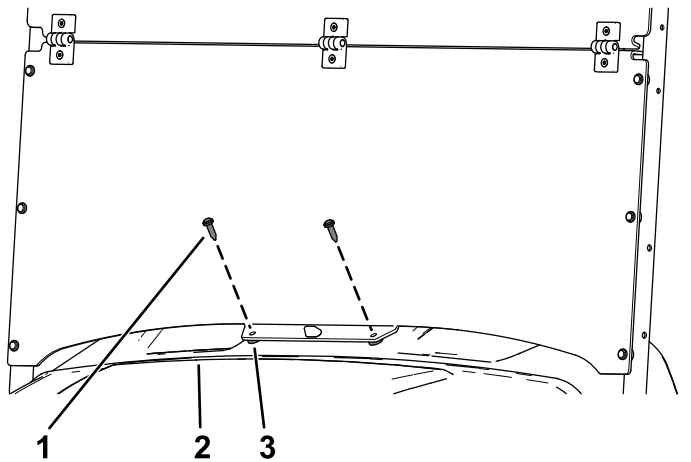

Figura 5
5. Fissate la base della parte inferiore del parabrezza al cruscotto con i 2 distanziali in plastica e i 2 rivetti lunghi in plastica (Figura 5).